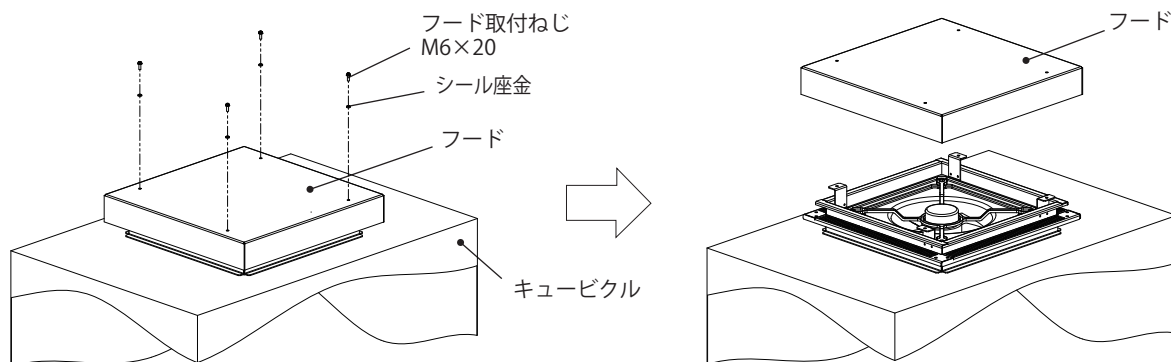

図 7
1. フード取付ねじ M6×20・シール座金 (4 か所) を取り外し、フードを持上げ取り外してください。(図 7)